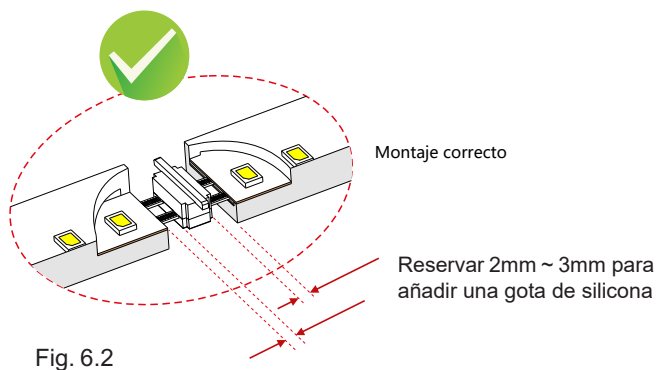

Fig. 6.2
- Fig. 6.2 — Los 4 pines deben insertarse entre la placa PCB de ambas tiras y sus bases de silicona, y reservar 2-3 mm para sellar la conexión con una gota de silicona.